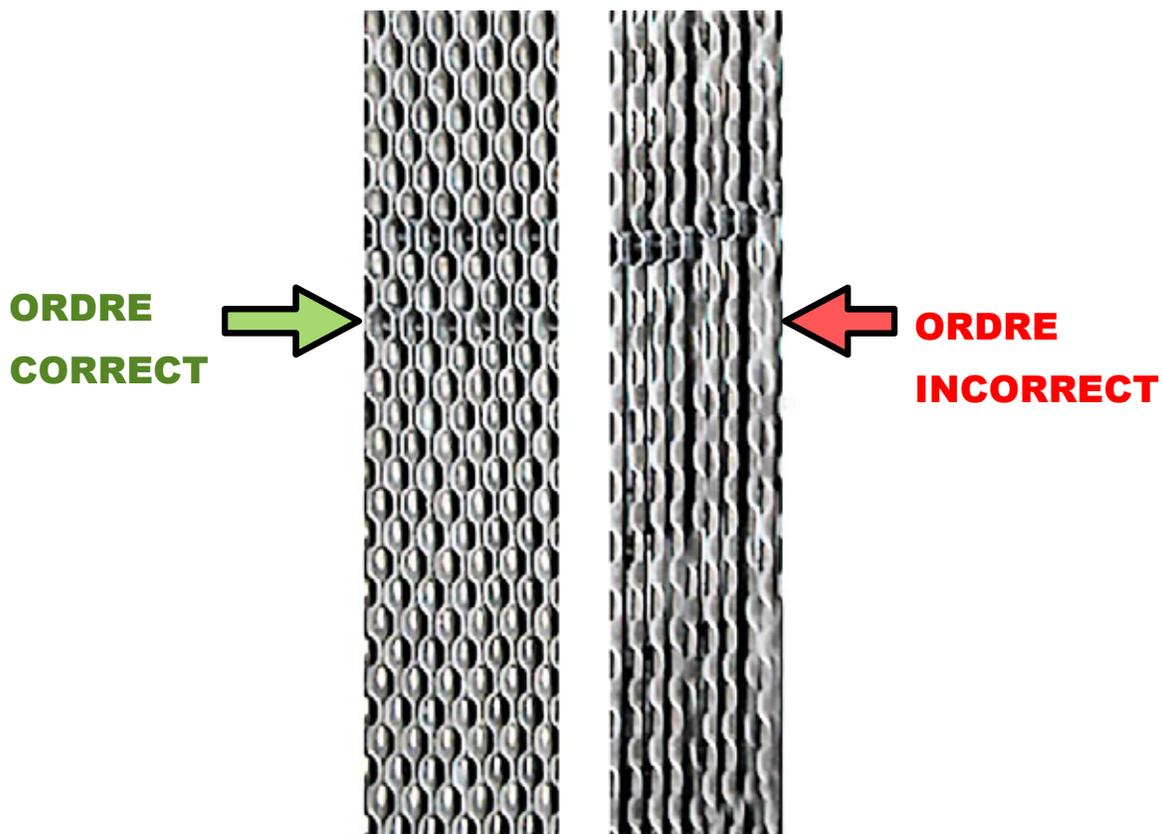

FIGURE 4-3: Détermination de l'alternance des plaques
- Alternner les plaques gauches et droites – si les bords des plaques forment un motif alvéolaire régulier, la séquence gauche/droite est correcte. Voir la figure 4-3 ci-après.